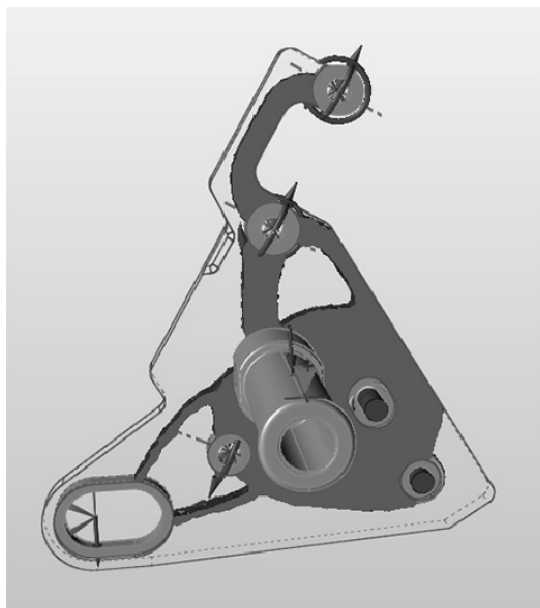

图 7-37
4) 在运行状态窗口中双击运行的名称，或单击优化图标中的绿色旗帜，会显示优化过的形状，如图 7-37 所示。